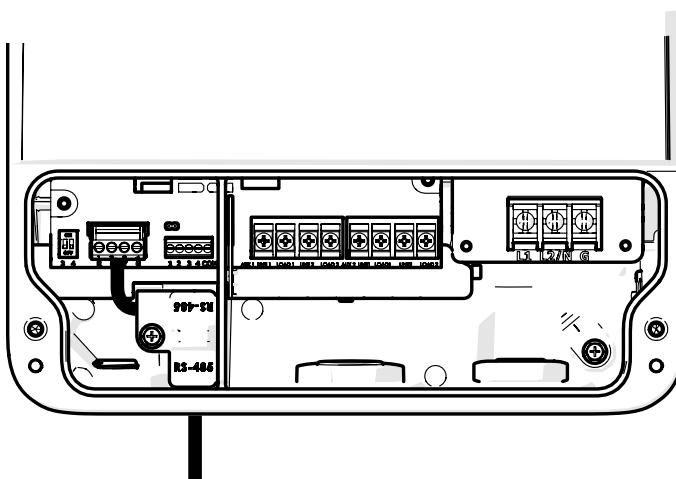

Figure 8. Port de connexion rapide RS-485 avec câblage
En plus d'être correctement mis à la terre tel que décrit dans la section *Câblage électrique* et conformément aux exigences du National Electrical Code (NEC), ou au Canada le Code Canadien de l'électricité (CCE), le moteur de la pompe doit être relié aux pièces métalliques de la piscine, du spa ou de la cuve thermique et à tous les composants et équipement électrique avec le système de circulation d'eau de la piscine ou du spa. La liaison doit être réalisée à l'aide d'un conducteur en cuivre massif, calibre AWG n° 8 ou plus gros. Au Canada, il faut utiliser du AWG n° 6 ou plus gros. Relier le moteur en utilisant la languette de liaison externe fournie sur le cadre du moteur. Reportez-vous à la Figure 8.
- Port de connexion rapide RS-485 (Reportez-vous à la Figure 8)
Veillez vous reporter à la figure 8 pour les instructions de câblage RS485.